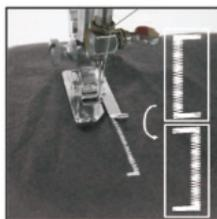

Fig.20
- (5) Levante el prensatelas, girando la tela 180° (Fig. 20).